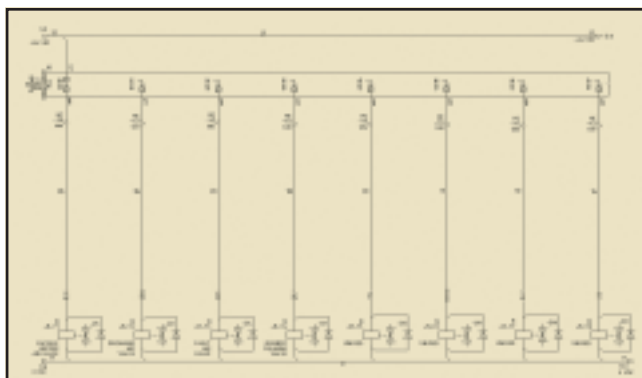

Рис. 2. Вид многозвенной цепи в проекте
▶ **многозвенные цепи**, для установки которых в схему необходимо указать число звеньев и шаг между звеньями (рис. 2). Есть возможность формировать трехфазные цепи, длина и ширина которых задается параметрически или указывается при установке в схему. Опять же, имеется широкий спектр инструментов для изменения и редактирования многозвенной цепи (так что, если даже нужно внести в схему кардинальные изменения, то нет необходимости формировать все заново);